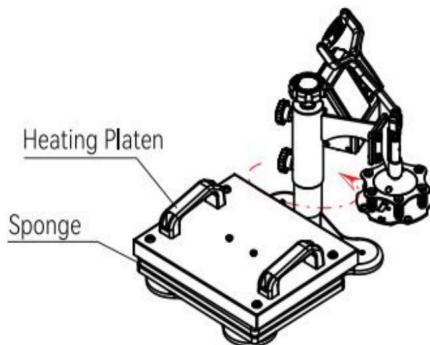

Fig 5
4. Schwenken Sie den Kopf weg und legen Sie den Schwamm und die Heizplatte in der richtigen Reihenfolge auf die Oberseite der Tischplatte (wie in Abbildung 5 gezeigt).